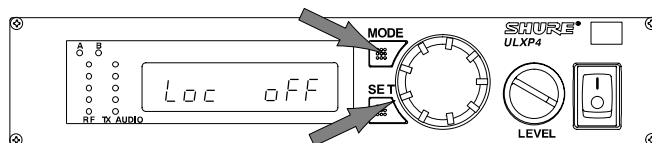

FIGURE 43
1. Maintenir enfoncé le bouton «SET» et appuyer trois fois sur le bouton «MODE». «Loc» apparaît sur l'affichage. Voir figure 43.